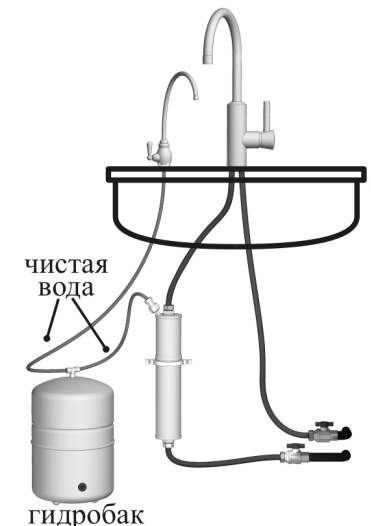

Рис. 5. Схема подключения с гидробаком.
- просушить (перед сушкой вынуть резиновые прокладки 10 (см. рис. 5)).